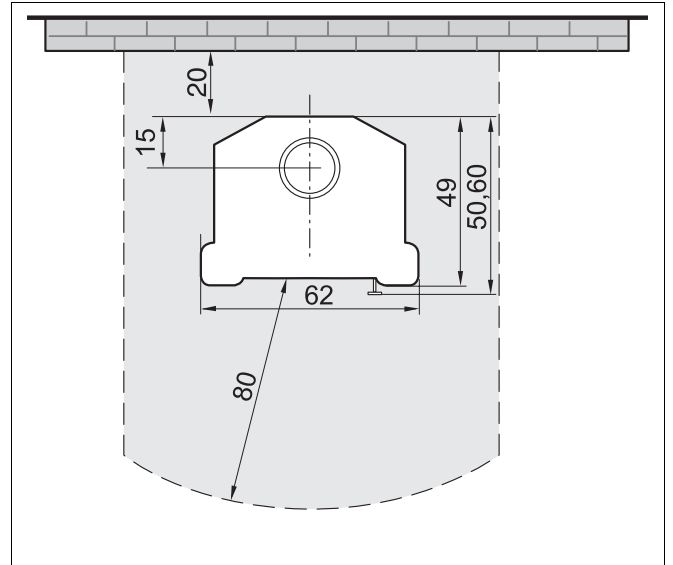
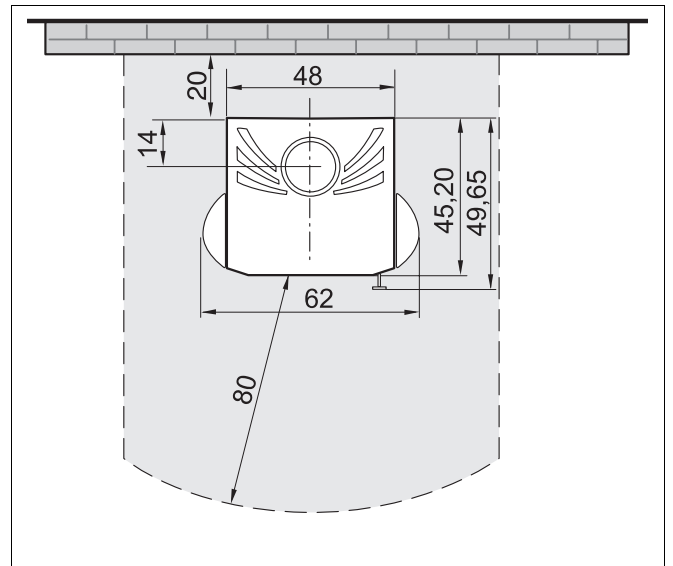

Abb. 11 Kaminofen blueline 4 – Sicherheitsabstände (Maße in cm)
Abb. 12 Kaminofen blueline 5 – Sicherheitsabstände (Maße in cm)
- Beachten Sie die Sicherheitsabstände (Abb. 11 und Abb. 12).